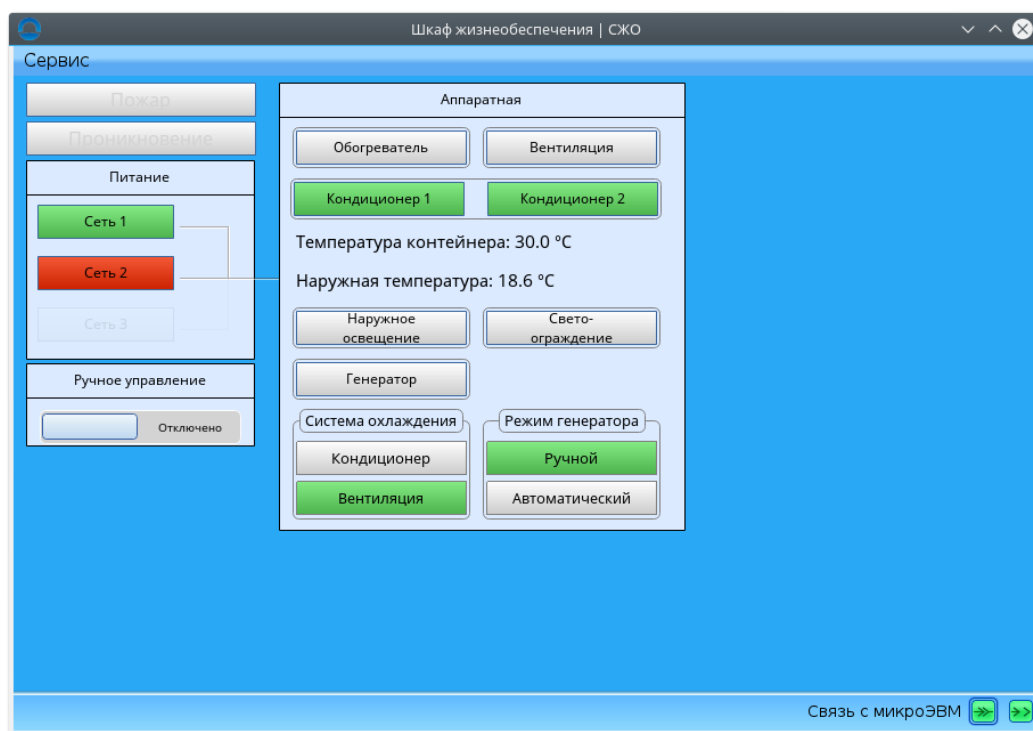

Рисунок 15. Вид программы "Шкаф жизнеобеспечения"
4.4 Для открытия расширенного контроля и управления системой жизнеобеспечения требуется в «ОКО» на вкладке «Оборудование» нажать кнопку «Контейнер». После этого отобразится окно «Шкаф жизнеобеспечения» (рисунок 15). В программе доступны следующие функции: